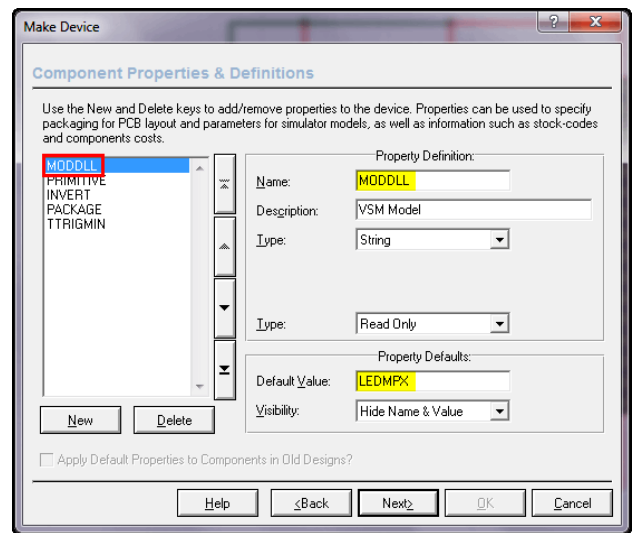

Рис. 92
- MODDLL** – В графе **Description** умолчание или по своему усмотрению, первый **Type** – **String**, второй **Type** – **Read Only**, **Default Value** – **LEDMPX**, или полностью **LEDMPX.DLL** (Рис. 92);